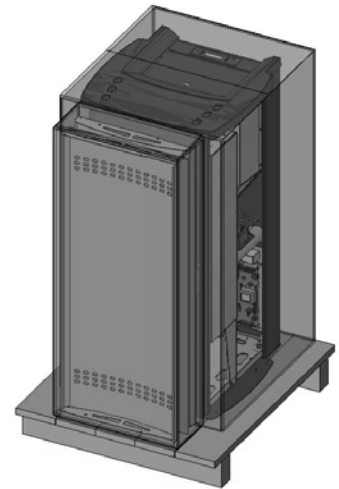

Abbildung 1 – Verpackungsbeispiel Ofen + Seitenteile aus Stahl (Ofen Ego)
- Es enthält den Ofen und auch die Seitenteile aus Stahl mit den Profilen (Abb.1)